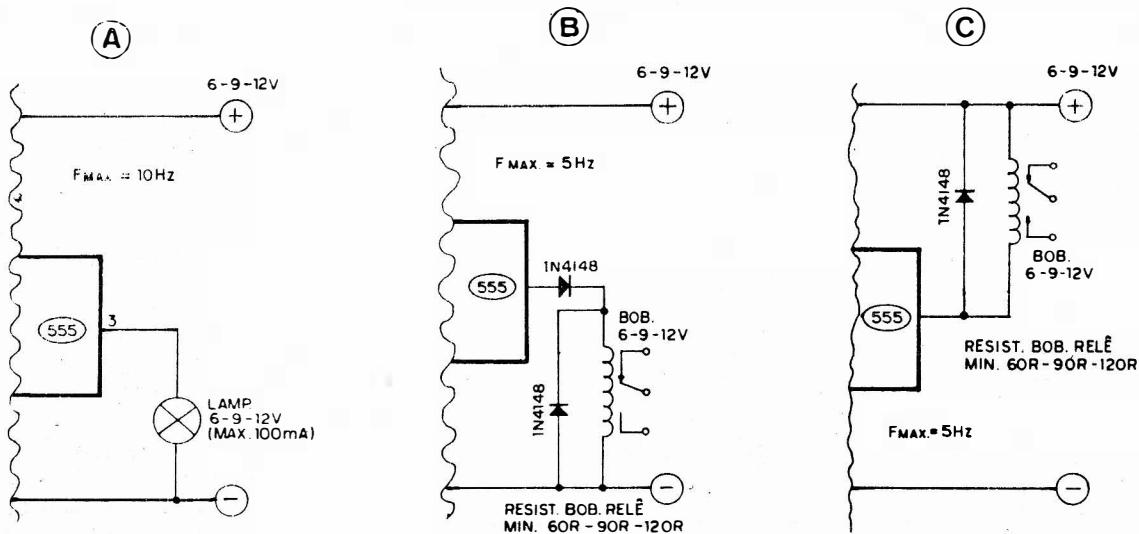

Fig.7
- FIG. 7 - "USANDO" A SAÍDA DO 555 NA FUNÇÃO ASTÁVEL - O primeiro ponto a considerar, quando pensamos em "utilizar" a Saída do ASTÁVEL com 555 é o seu natural limite de Corrente... Este já foi detalhado na "Aula" anterior (MONOESTÁVEL) e - conforme lá citado - fica em torno de 200mA, tanto para